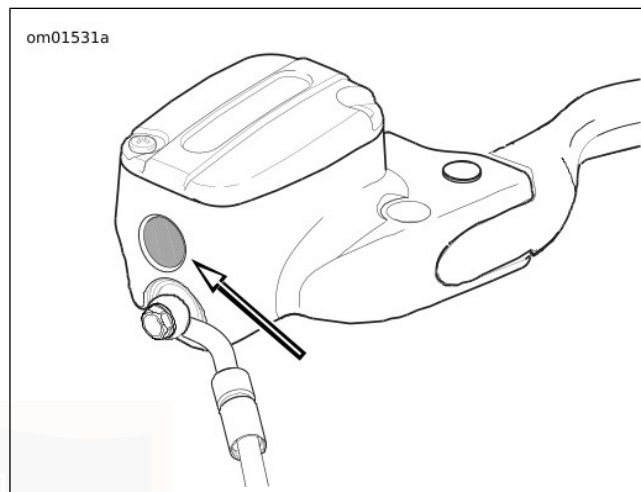

Figure 77. Jauge à vitre de réservoir d'embrayage
2. Voir Figure 77. Observer la jauge à vitre du réservoir. Vérifier la présence de liquide. La jauge à vitre a une teinte foncée si le liquide est présent. Si la jauge à vitre n'est pas complètement foncée, passer à l'étape suivante.